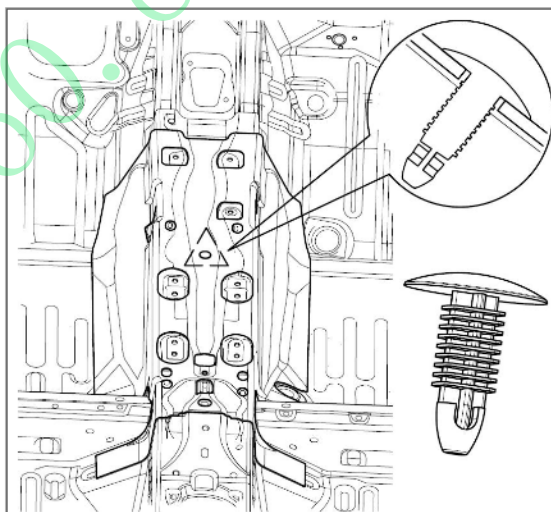

图 4-7-9-1 副仪表板隔热层总成拆卸示意图
(1) 用一字螺丝刀将副仪表板板隔热层固定卡扣（BYDQ832A0720）撬松（如图 4-7-9-1 所示），将卡扣取下，副仪表板隔热层方可取出。